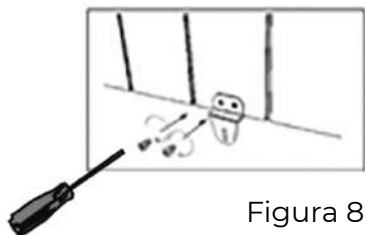

Figura 8
Nota: los dos soportes (A) se atornillan en los agujeros ubicados en la parte trasera inferior del calentador, en ambos extremos. (Figura 8).